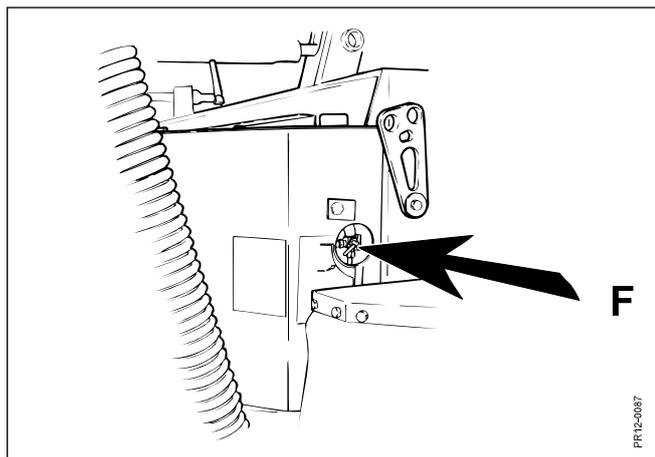

Fig. 5-19
- Fig. 5-19** Ouvrir le robinet **F** à moitié au démarrage de la machine. **Penser à le fermer à l'arrêt de la machine.**